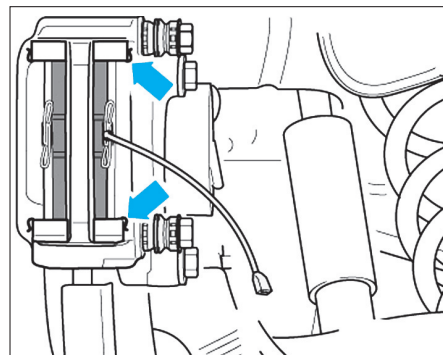

Fig. 22
- Déposer les plaquettes de frein et les cales d'appui (flèches) (Fig.22).